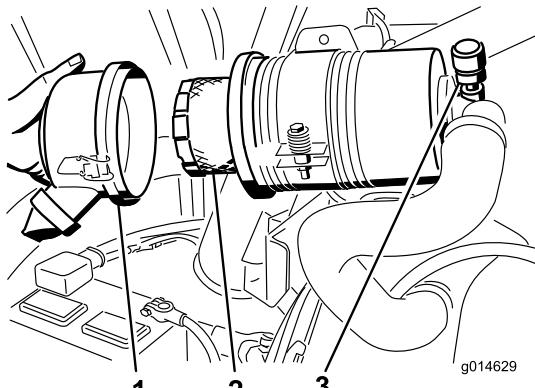

Figure 51
- Déposez et remplacez le filtre (Figure 51).